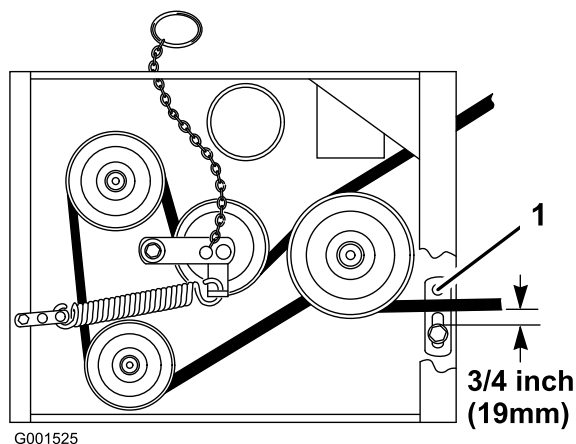

Figura 40
8. Compruebe que la guía de la correa, situada debajo del bastidor del motor, está ajustada correctamente (Figura 40).
Nota: La distancia entre la guía de la correa y la correa del cortacésped debe ser de 19 mm (3/4 pulg.) cuando la correa del cortacésped está engranada (Figura 40). Ajuste la correa del cortacésped si es necesario. La correa no debe rozar ni salirse de la polea si las guías y la tensión de la correa están correctamente ajustadas.